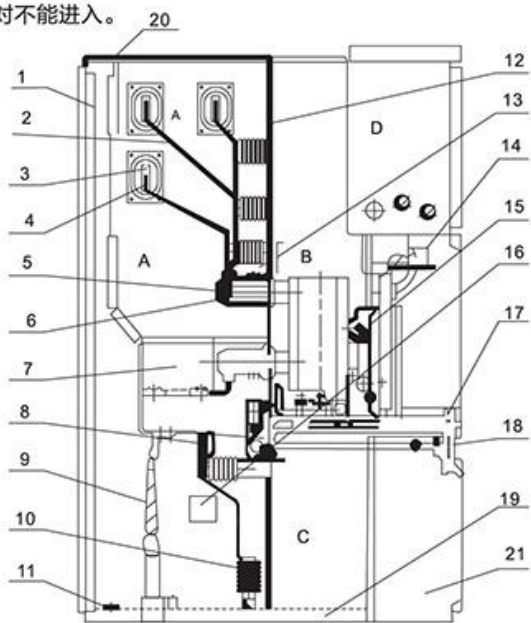

图1
- 1、开关设备结构(见图1)。
- 1) 装于柜中部(前置式)便于柜后检修双面维护(图1-a)。
- 2) 装于柜后部(后置式)便于靠墙节约空间面积(图1-b)。